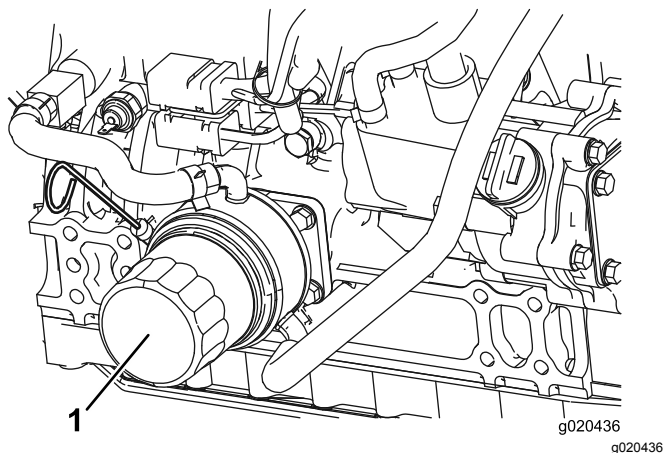

Figura 75
2. Retire o filtro do óleo (Figura 75). Aplique uma leve camada de óleo limpo no vedante do filtro novo antes de o montar. **Não aperte demais.**